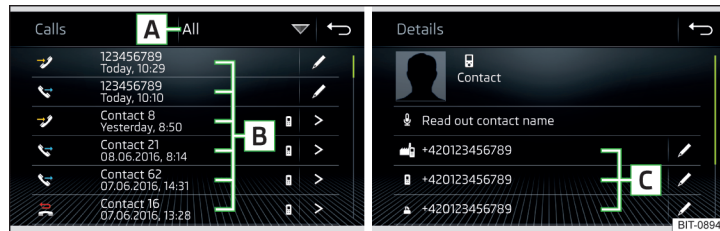

Abb. 144 Anrufliste / Kontaktdetail
› Im Hauptmenü *Telefon* die Funktionsfläche antippen, es wird eine Anrufliste angezeigt » Abb. 144.
- ▶ Anzeige des Kontaktdetails » Abb. 144